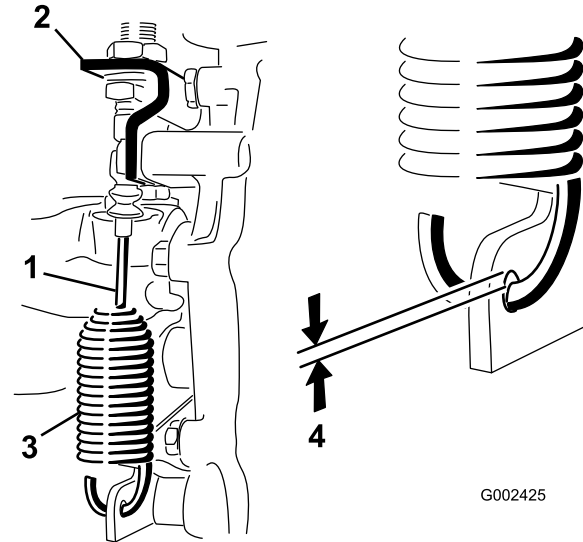

Figura 52
2. Afloje las contratuercas que sujetan el cable de bloqueo del diferencial al soporte del transeje (Figura 52).